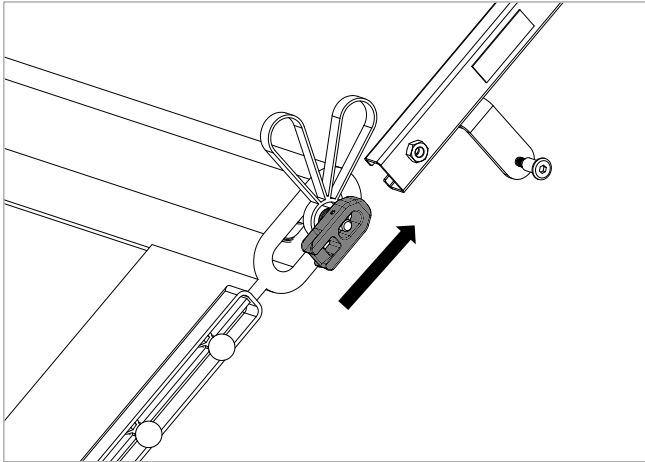

Figure 6.14
15. Insérez le bloc coulissant de la barre supérieure dans le bas du rail de support aux deux extrémités de la barrière (voir Figure 6.14).
Remarque – Orientation de la barre supérieure comme illustré Figure 6.14 avec l'extrémité coudée du bloc coulissant vers le haut.